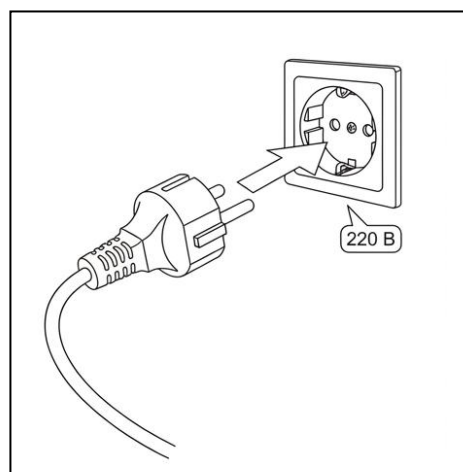

Рис. 8
8. Для всасывания подключите шланг к входному патрубку. Для выдува используйте выходной патрубок только у модели с этой функцией (рис. 8).